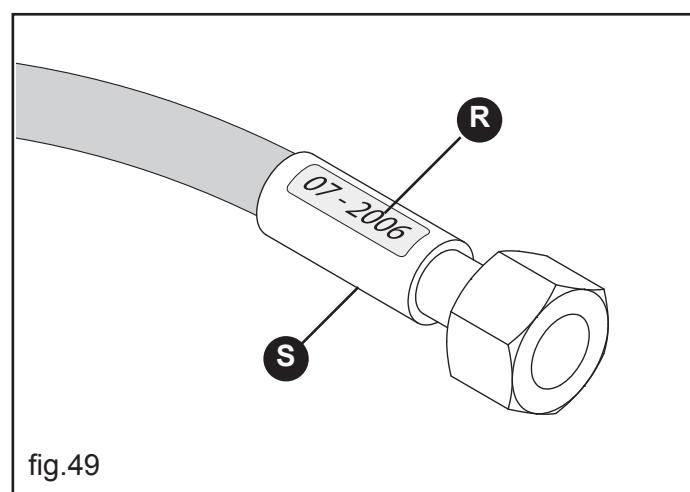

fig.49
- Los tubos hidráulicos no deben emplearse por más de 5 años, aunque no se utilicen (envejecimiento natural). En la fig.49 (R) se ilustra un ejemplo del año de fabricación de los tubos hidráulicos.
- pérdidas en proximidad de la armadura del tubo (S,fig.49);
- corrosión de la armadura (S,fig.49);
- al superar los 5 años de vida (R,fig.49).